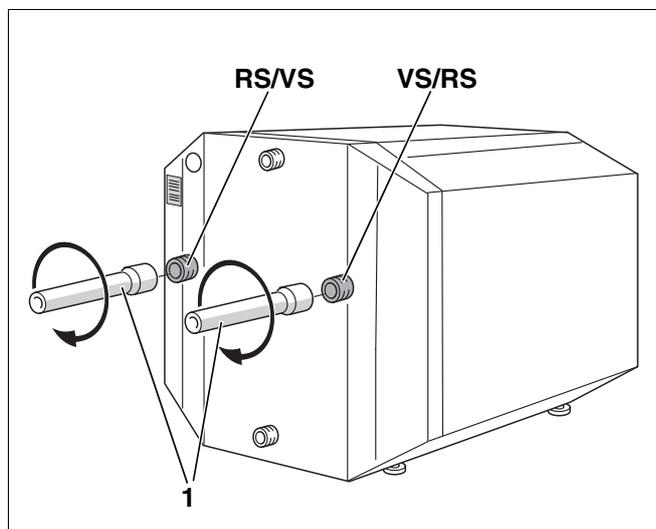

Рис. 7 Установка труб для транспортировки (задняя сторона бака)
- Изготовить две трубы для транспортировки (рис. 7, поз. 1) с муфтами Rp 1.